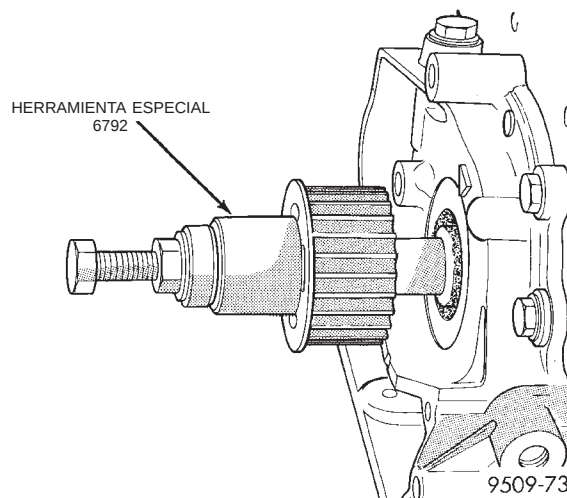

Fig. 95 Rueda dentada del cigüeñal—instalación
(3) Instale la rueda dentada del cigüeñal (Fig. 95), utilice la herramienta especial 6792.